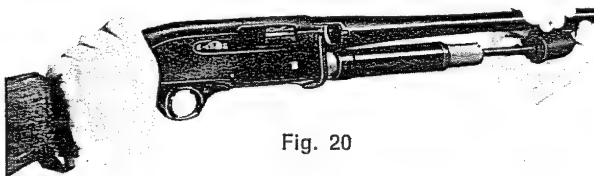

Fig. 20
- d) Afferrare la canna all'altezza del cilindro presa gas bloccando anche il pistone (perché non abbia a uscire) e sfilare la canna dalla culatta con movimento rettilineo verso l'avanti (fig. 20).
- d — grasping the barrel as high as the gas-cylinder, hold piston inside gas cylinder with thumb to prevent dropping it; slide barrel assembly forward off magazine tube shaft (fig. 20).